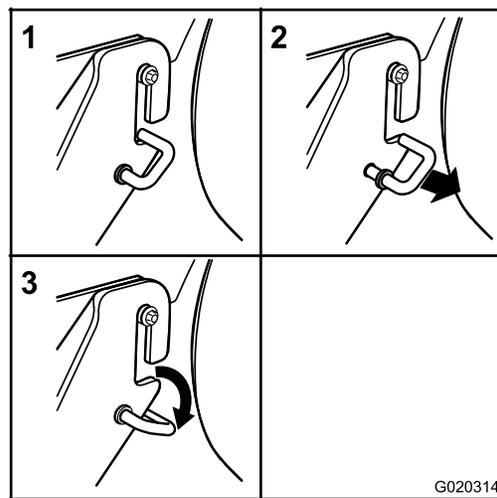

Figure 71
1. Décrochez les crochets en J à ressort de la fente des supports des pattes de fixation arrière de chaque côté du tablier (Figure 71).